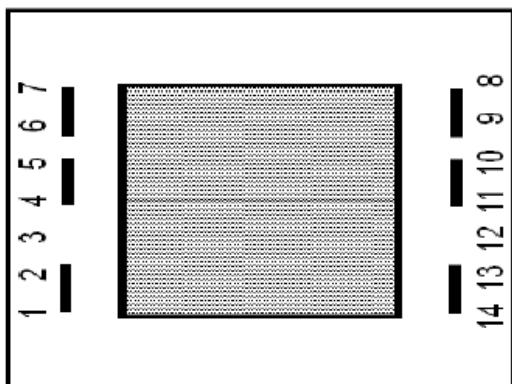

Рис. 10
Электрические подключения (Рис. 10)
1. Выберите расход воздуха на нормальной скорости с помощью контрольной панели (130, 160 или 180В) переключением ручки на трансформаторе (находится справа от передней панели, дополн. Рис. 10)